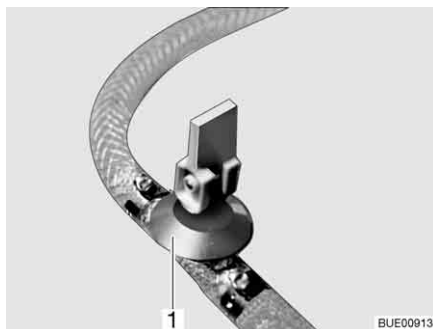
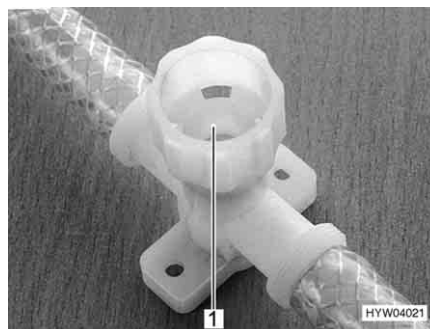

Fig. 151 Rubinetto di scarico (con leva a bilanciere)
Fig. 152 Rubinetto di scarico (con tappo a vite)
- Aprire tutti i rubinetti di scarico. Mettere la leva a bilanciere del rubinetto di scarico (Fig. 151,1) in posizione verticale o chiudere il coperchio del rubinetto di scarico (Fig. 152,1) in senso antiorario.